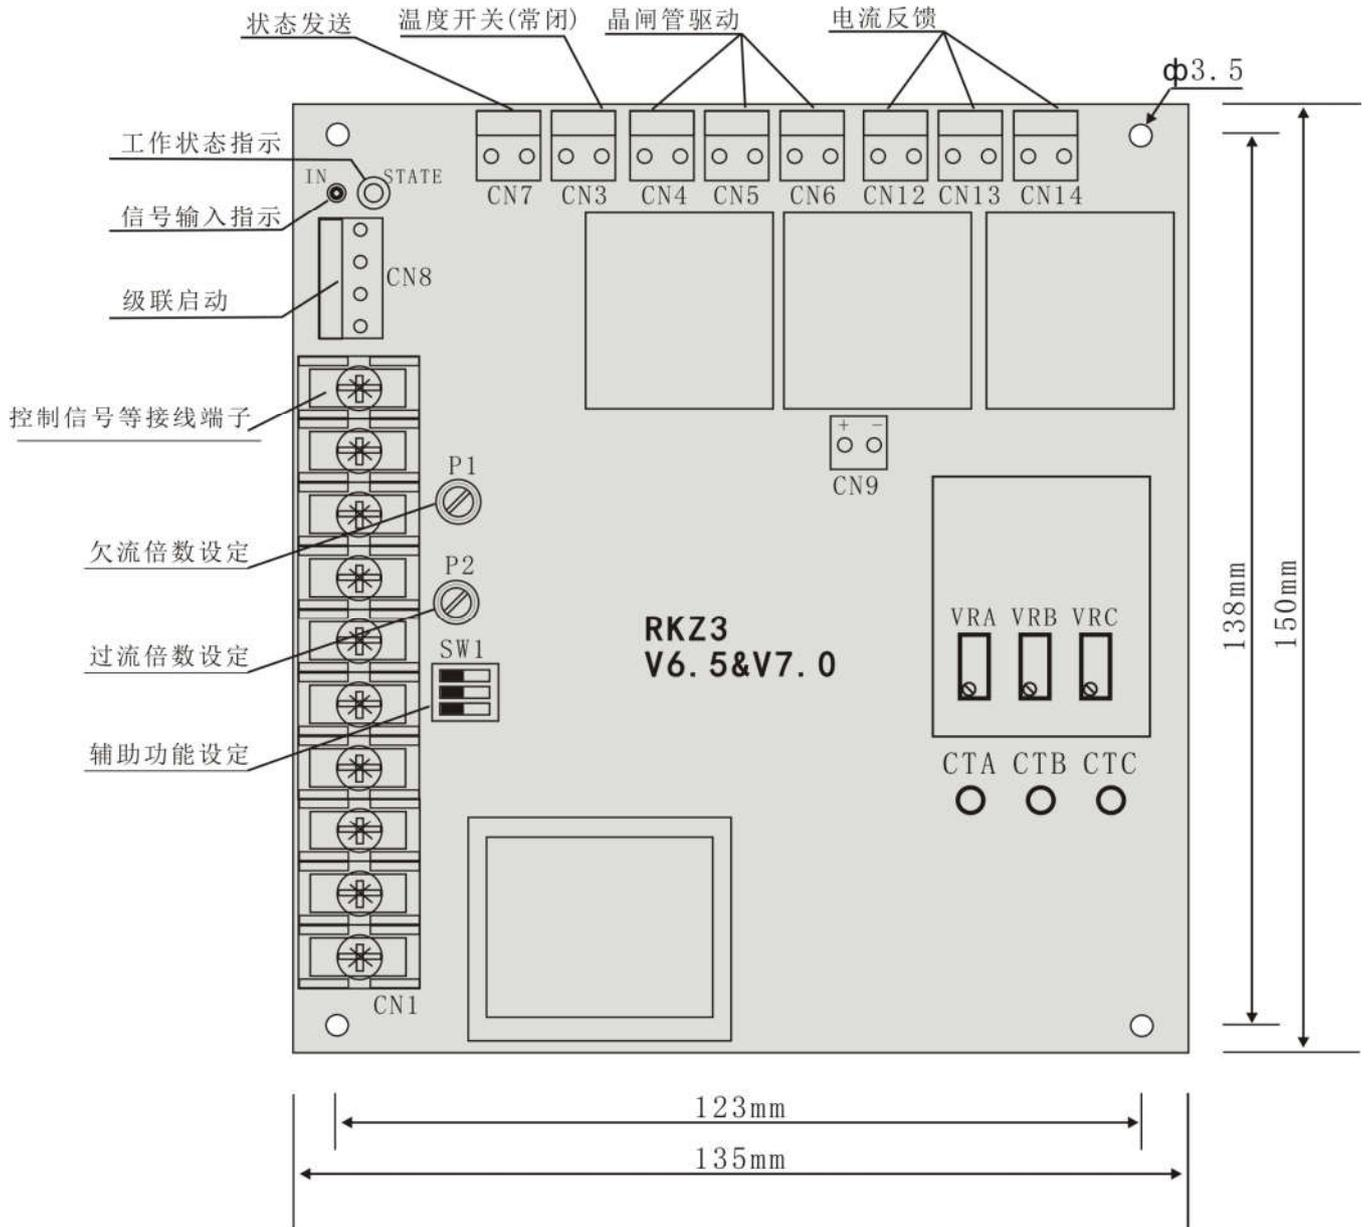

图 7
(1) 可能负载开路或未接负载
(2) 调压器的晶闸管模块击穿损坏。晶闸管模块输出端的电阻一般大于 $500K\Omega$ 。
13. KZ3 控制板各部分说明及安装孔尺寸图 (图 7)
我公司调功器的电流报警功能的标定值均是按调功器的额定电流进行标定，客户在实际使用时可能会遇到加热负载正常，但调功器偶发或频繁出现加热器断线报警（状态指示灯红色闪烁），可能原因是欠流报警灵敏度设置过高或负载的实际使用电流低于调功器额定电流的 60%，如欠流报警灵敏度设置过高，检查调功器欠流报警设定电位器 P1（见图 7）的设置，可将 P1 调整指向 30%（需逆时针旋转）以降低报警灵敏度，重新上电解除报警，观察负载电流及调功器状态，以确定是否解决此问题。如未能解决，可参照下述步骤和方法重新进行标定，具体方法如下：
注：各个操作、测量点位见图 7。